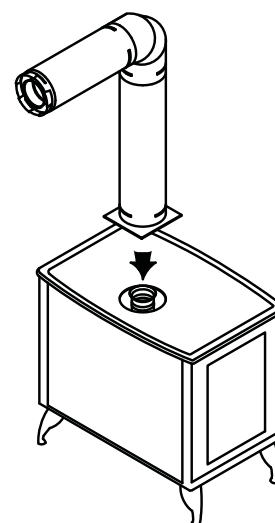

Figure 4
Étape 2. Le tuyau et les raccords DirectVent Pro sont conçus avec des viroles verrouillables par rotation. Pour connecter le système de ventilation à la sortie du conduit de fumée de l'appareil, un adaptateur verrouillable par rotation est nécessaire. Pour certaines marques d'appareils, l'adaptateur de MG DuraVent sera intégré dans l'appareil, à l'usine. Pour d'autres marques, l'adaptateur sera fourni par le fabricant pour une installation sur place. Assemblez la combinaison désirée de sections de tuyaux et de coudes à l'adaptateur de l'appareil (Fig. 4).